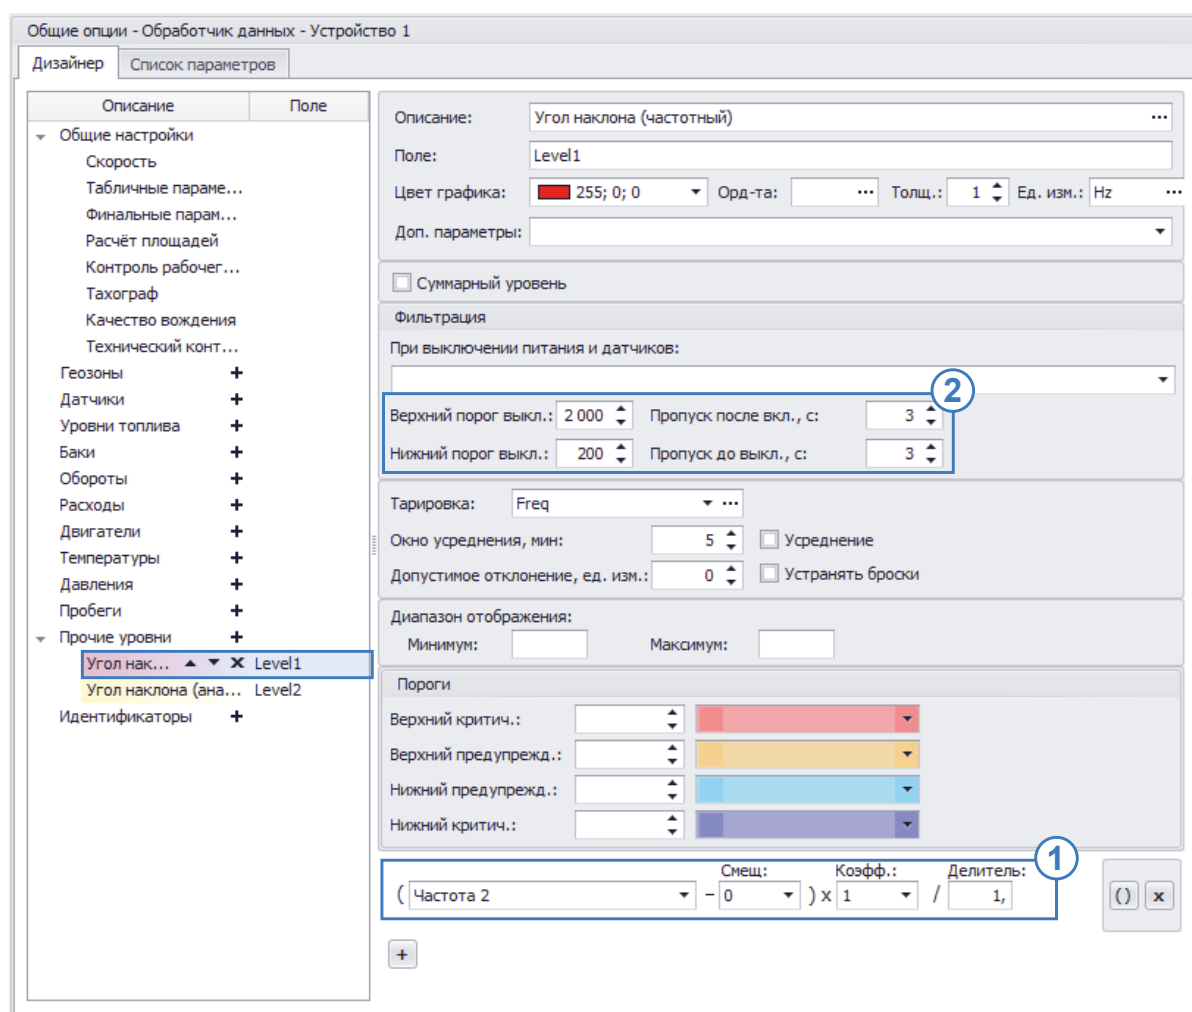

Рис.33. Пересчет показаний частоты в углы наклона
1. В Дизайнере добавьте новый параметр в группе «**Прочие уровни**» (Рис.33).
2. Создайте выражение для получения показаний частоты с цифрового входа 2 контроллера и пересчета этих показаний в углы наклона (Рис.33, п.1). Пересчет частоты в угол наклона выполняется по формуле, заданной для датчика ТКAM:
3. Настройте фильтрацию показаний угла наклона, выходящих за пределы возможного диапазона. Датчик ТКAM осуществляет измерение угла наклона в диапазоне от 0 до 180 градусов. То есть все значения вне этого диапазона можно считать ошибочными (Рис.33, п.2).